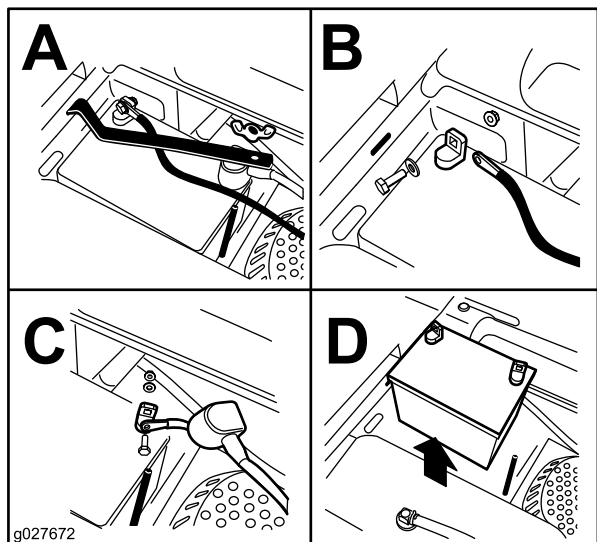

Figura 53
- Togliete il dado ad alette che fissa la fascetta della batteria (Figura 53).
- Togliete la fascetta (Figura 53).
- Scollegate prima il cavo negativo della batteria (nero) dal morsetto negativo (-)(nero) della batteria (Figura 53).
- Sfilate la guaina rossa dal morsetto positivo (rosso) della batteria e togliete il cavo positivo (+)(rosso) della batteria (Figura 53).
- Posizionate la batteria nel vassoio, con i poli in posizione opposta al serbatoio del carburante (Figura 53).
- Fissate i cavi con 2 bulloni, 2 rondelle e 2 dadi di bloccaggio (Figura 53).
- Montate la fascetta e fissatela con il dado ad alette (Figura 53).